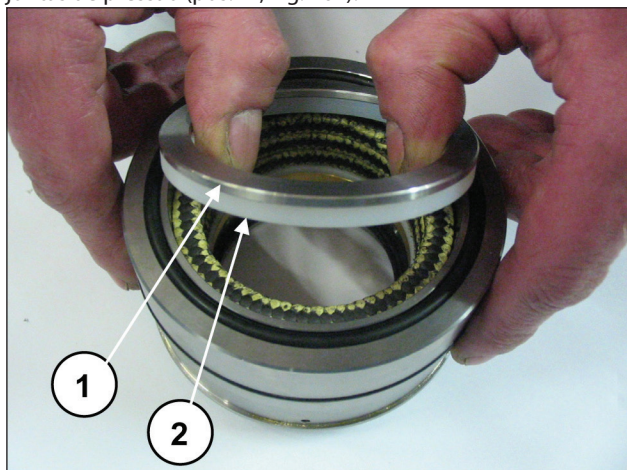
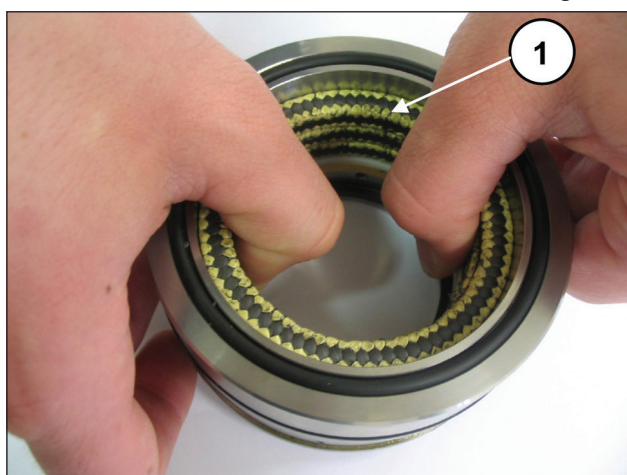

Fig. 166
Fig. 167
Separe o suporte das juntas da camisa, retire o anel para mola e o anel de raspagem (pos. ① ②, Fig. 166) para ter acesso às juntas de pressão (pos. ①, Fig. 167).